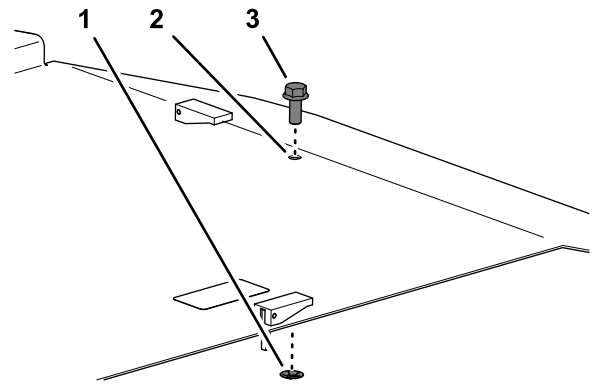

Figure 4
2. Retirez l'écrou poussoir qui fixe le boulon au carter de plateau et déposez le boulon du carter (Figure 4).